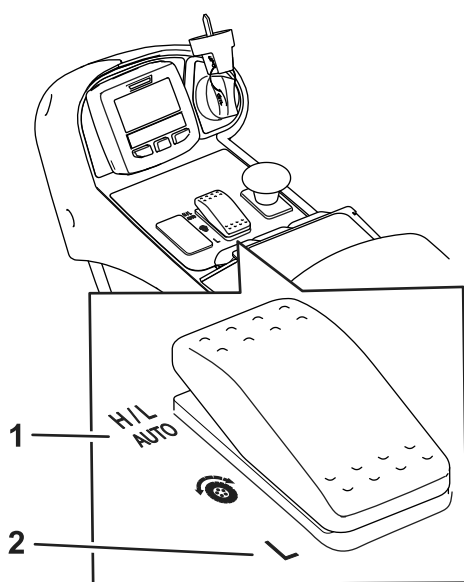
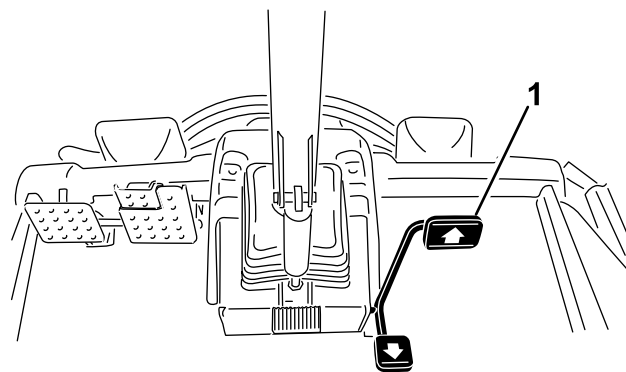

Figura 27
Figura 28
- En condiciones de uso normales, esta máquina está diseñada para funcionar en la posición H/L AUTO del interruptor de gamas de velocidad (Figura 27). Esta posición permite que la máquina cambie automáticamente entre las gamas de velocidad alta y baja, dependiendo de si se utiliza la máquina para segar o para el transporte.
- Cuando se selecciona la posición BAJA del interruptor de gamas de velocidad (Figura 27), la máquina funciona siempre en la gama de velocidad baja. Este ajuste es preferible para desplazamientos dentro de un taller, para cargar o descargar la máquina de un remolque, para subir cuevas empinadas o en cualquier otra situación en la que no se desee utilizar las altas velocidades de tracción de la gama de velocidad alta.
Esta máquina está equipada con 2 gamas de velocidad de tracción; baja y alta. El interruptor de gamas de velocidad le permite seleccionar las posiciones siguientes (Figura 27):
(Figura 28). Puede establecer una velocidad distinta para la gama baja y la gama alta (Figura 27).